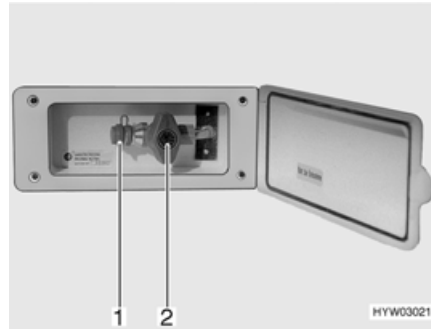

Bild 109 Externer Gasanschluss (Gasabsperrrventil geschlossen)
Der externe Gasanschluss (Bild 109) befindet sich je nach Modell am Heck oder auf der linken bzw. rechten Fahrzeugseite.
- Externes Gasgerät an der Anschluss-Stelle (Bild 109,1) anschließen.
- Das Gasabsperrrventil (Bild 109,2) öffnen.